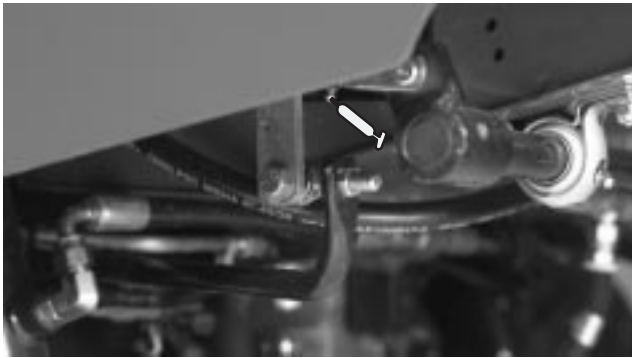

Bild 33
- Fahrpedal-Drehbüchse (1) (Bild 33)